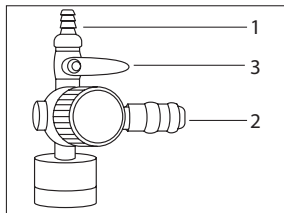

Рис. 4
На выходе из компрессора предусмотрены штуцера двух типов: «елочка» (Рис. 4, п. 1) и быстросъемный (Рис. 4, п. 2).
К инструменту, подключенному к быстросъемному штуцеру, воздух поступит автоматически. Для подачи давления к инструменту, подключенному к штуцеру типа «елочка», откройте шаровой кран (Рис. 4, п. 3).
Рабочее давление на выходе может изменяться непосредственно в процессе работы регулятором (Рис. 1, п. 6). Также можно отрегулировать расход воздуха отдельно только у инструмента, подключенного к штуцеру посредством регулировки положения крана (Рис. 4, п. 3).
**ПРИМЕЧАНИЕ!** При работе одновременно двумя инструментами следует помнить, что давление в обоих инструментах будет одинаковым, а расход воздуха будет распределяться пропорционально соотношению проходных сечений инструментов или выходных штуцеров в случае регулирования расхода воздуха краном, т.е. при увеличении расхода воздуха через штуцер (Рис. 4, п. 1) будет уменьшаться расход воздуха через штуцер (Рис. 4, п. 2), и наоборот.
- к штуцеру типа «елочка» – закройте кран (Рис. 4, п. 3), ослабьте хомут (если установлен), смените шланги инструмента, снова затяните хомут и откройте кран, установив необходимый расход воздуха;